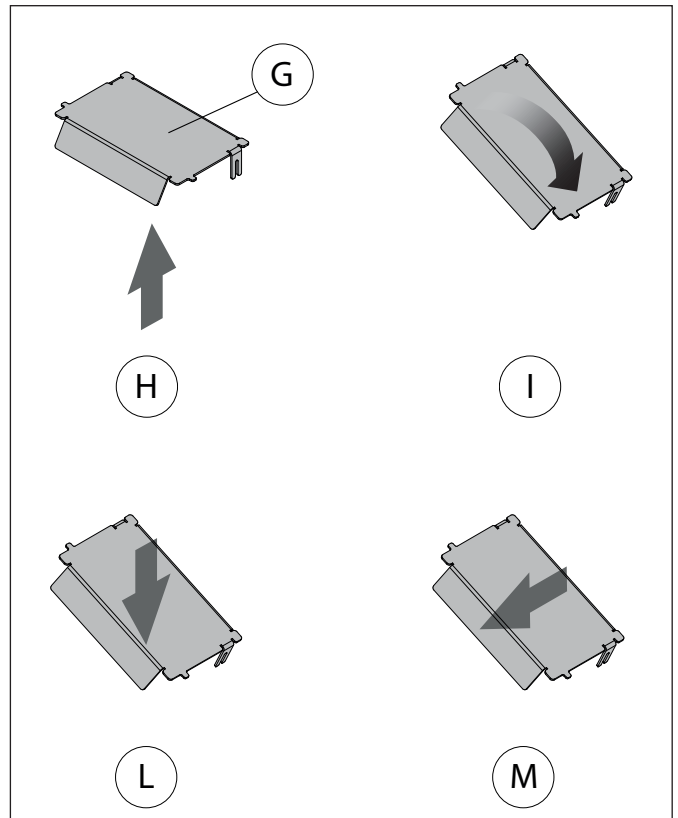

Fig. 8.2.3c
- enlever le déflecteur supérieur (**G**) en le levant légèrement en poussant avec une main sur la partie inférieure du déflecteur (**H**) et, en s'aidant avec l'autre main, le tourner vers la droite (**I**). Avec le déflecteur dans cette position, l'abaisser (**L**) pour l'extraire en le faisant passer par la porte (**M**) (**Fig. 8.2.3c**) ;